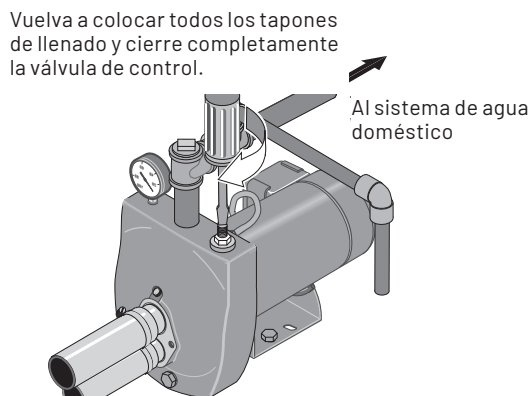

Figura 13: Ceba la bomba
2. Vuelva a colocar todos los tapones de llenado y cierre completamente la válvula de control (Figura 13).
4. En los modelos de 1/2 HP, sostenga el impulsor con pinzas y desenrosque el tubo venturi. En los modelos de 3/4 y 1 HP, el tubo venturi se enrosca en la carcasa de la bomba (figura 13).